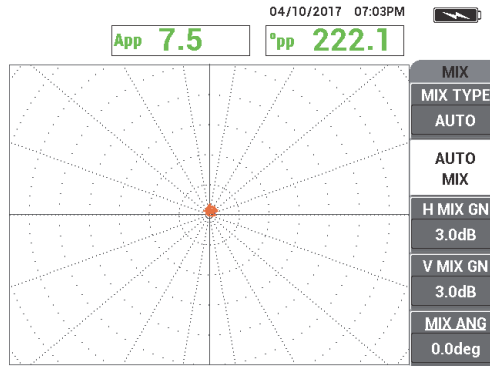

図 5-168 自動ミックス後のサポートリング信号
- 自動ミックス**を正しく実行すると、サポートリングからは信号が生成されません (249 ページの図 5-168 参照)。